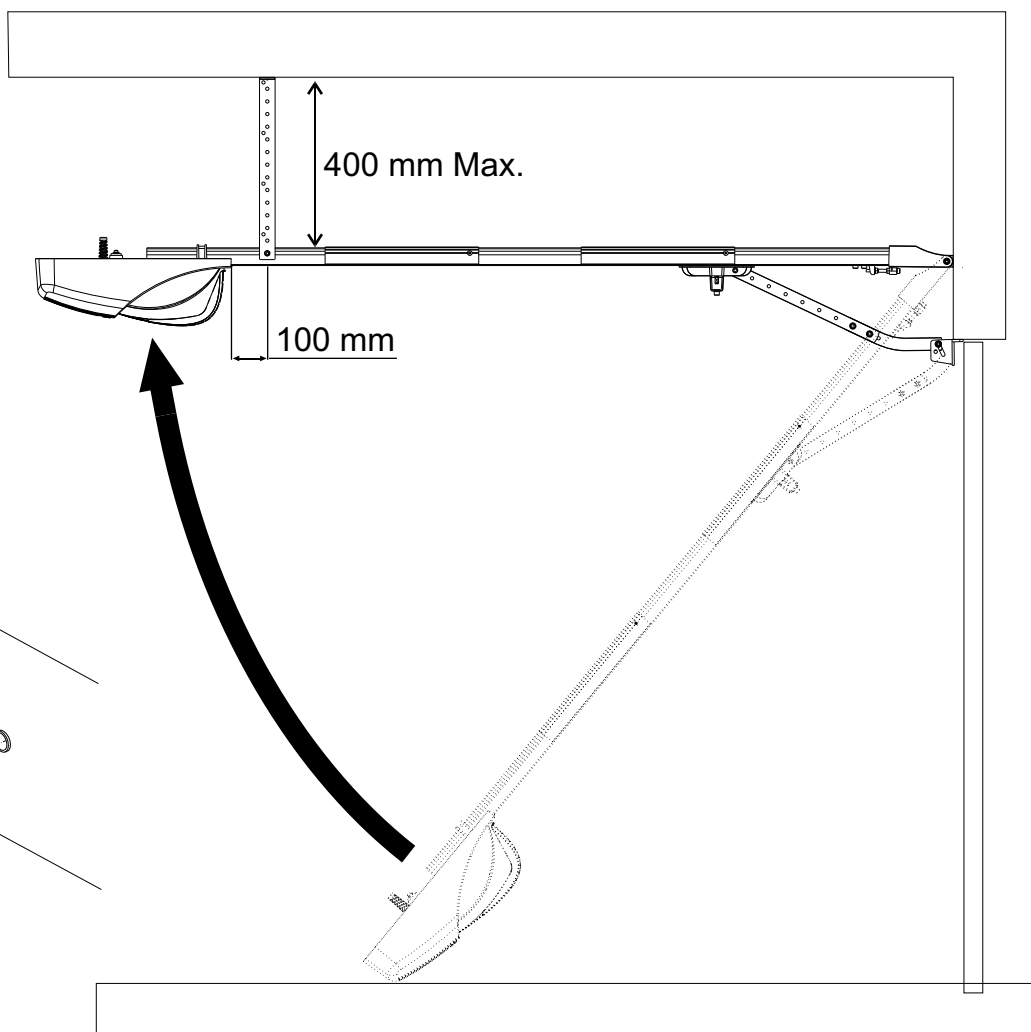

Fig. 9
- Sollevare il Corona e fissarlo al soffitto con le apposite staffe mantenendo una distanza massima dal soffitto di 400 mm e fare in modo che il Corona sia fissato perfettamente orizzontale (Fig. 9);